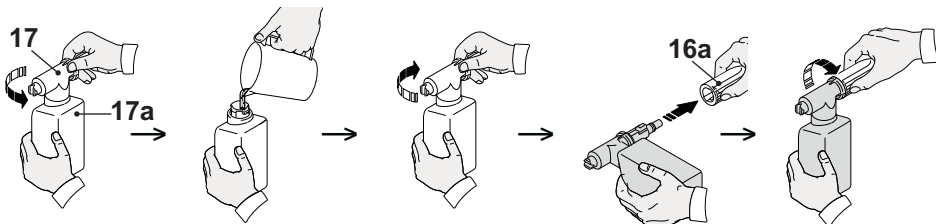

Fig. 11
1. Dévissez la buse (17) du réservoir (17a) en la tournant dans le sens inverse des aiguilles d'une montre.
3. Remettez en place la buse (17) sur le réservoir (17a).
4. Fixez la buse à détergent sur le port de connexion (16a) du pistolet (16) et tournez-la dans le sens des aiguilles d'une montre pour la verrouiller (Fig. 11).